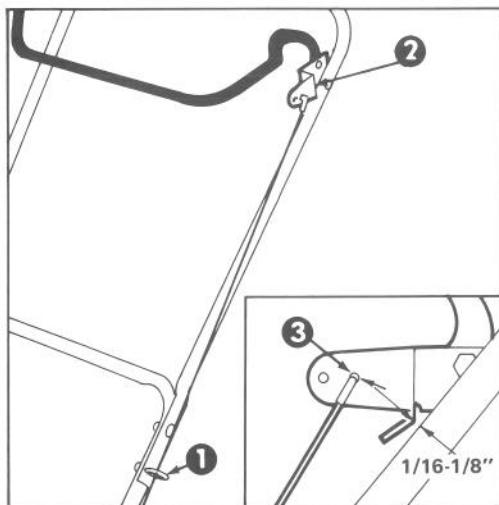

Figure 9
REGLAGE DE LA BARRE DE COMMANDE (Fig. 9 et 10)
2. VERIFICATION DU REGLAGE (Fig. 9) — Ramenez la barre de commande en arrière vers le mancheron jusqu'à ce que le câble soit de nouveau tendu. L'écartement entre le support de la barre de commande et le mancheron devrait être d'environ $1/16\text{-}1/8"$ (1,59 mm - 3,18 mm). Si le câble est trop lâche ou trop serré, procédez à l'étape 3 pour la procédure de réglage.